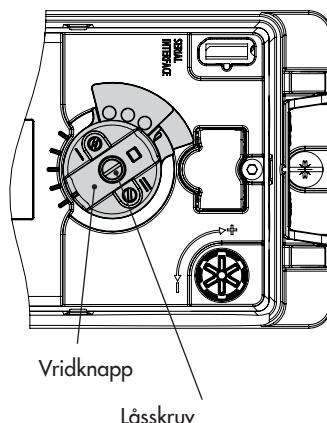

Fig. 5-5: Axellås
- Använd inte låsskruven för att vrida lägesställarens axelknopp. Vrid endast vridknappen för hand (se Fig. 5-5).
5. Kontrollera sprintpositionen för medbringarsprinten (2) på M-spaken (1). Se slagtabeller för typ av fastsättning. Ändra sprintens position vid behov (se avsnitt 5.4).
6. Sätt in den gjutna tätningen (15) i spåret på lägesställarhuset och sätt in tätningen (10.1) på husets baksida.
7. Placera lägesställaren på täckplåten (10) på ett sådant sätt att medbringarsprinten (2) vilar på toppen av medbringarklämman (3). Justera spaken (1) på motsvarande sätt och öppna lägesställarlocket för att hålla lägesställarens axel i axellåset (Fig. 5-5). Spaken (1) måste vila på medbringarklämman med fjäderkraft. Fäst lägesställaren på täckplåten (10) med de två fästskruvarna.
8. Montera kåpan (11) på andra sidan. Se till att avluftningspluggen är placerad i botten när reglerventilen är installerad så att eventuellt kondensvatten som samlas kan rinna av.
4. Kontrollera sprintpositionen för medbringarsprinten (2) på M-spaken (1). Se slagtabeller för typ av fastsättning. Ändra sprintens position vid behov (se avsnitt 5.4).
5. Sätt in den gjutna tätningen (15) i spåret på lägesställarhuset.
6. Placera lägesställaren på täckplåten så att medbringarsprinten (2) vilar ovanpå medbringarklämman (3). Justera spaken (1) på motsvarande sätt och öppna lägesställarlocket för att hålla lägesställarens axel i axellåset (Fig. 5-5). Spaken (1) måste vila på medbringarklämman med fjäderkraft.